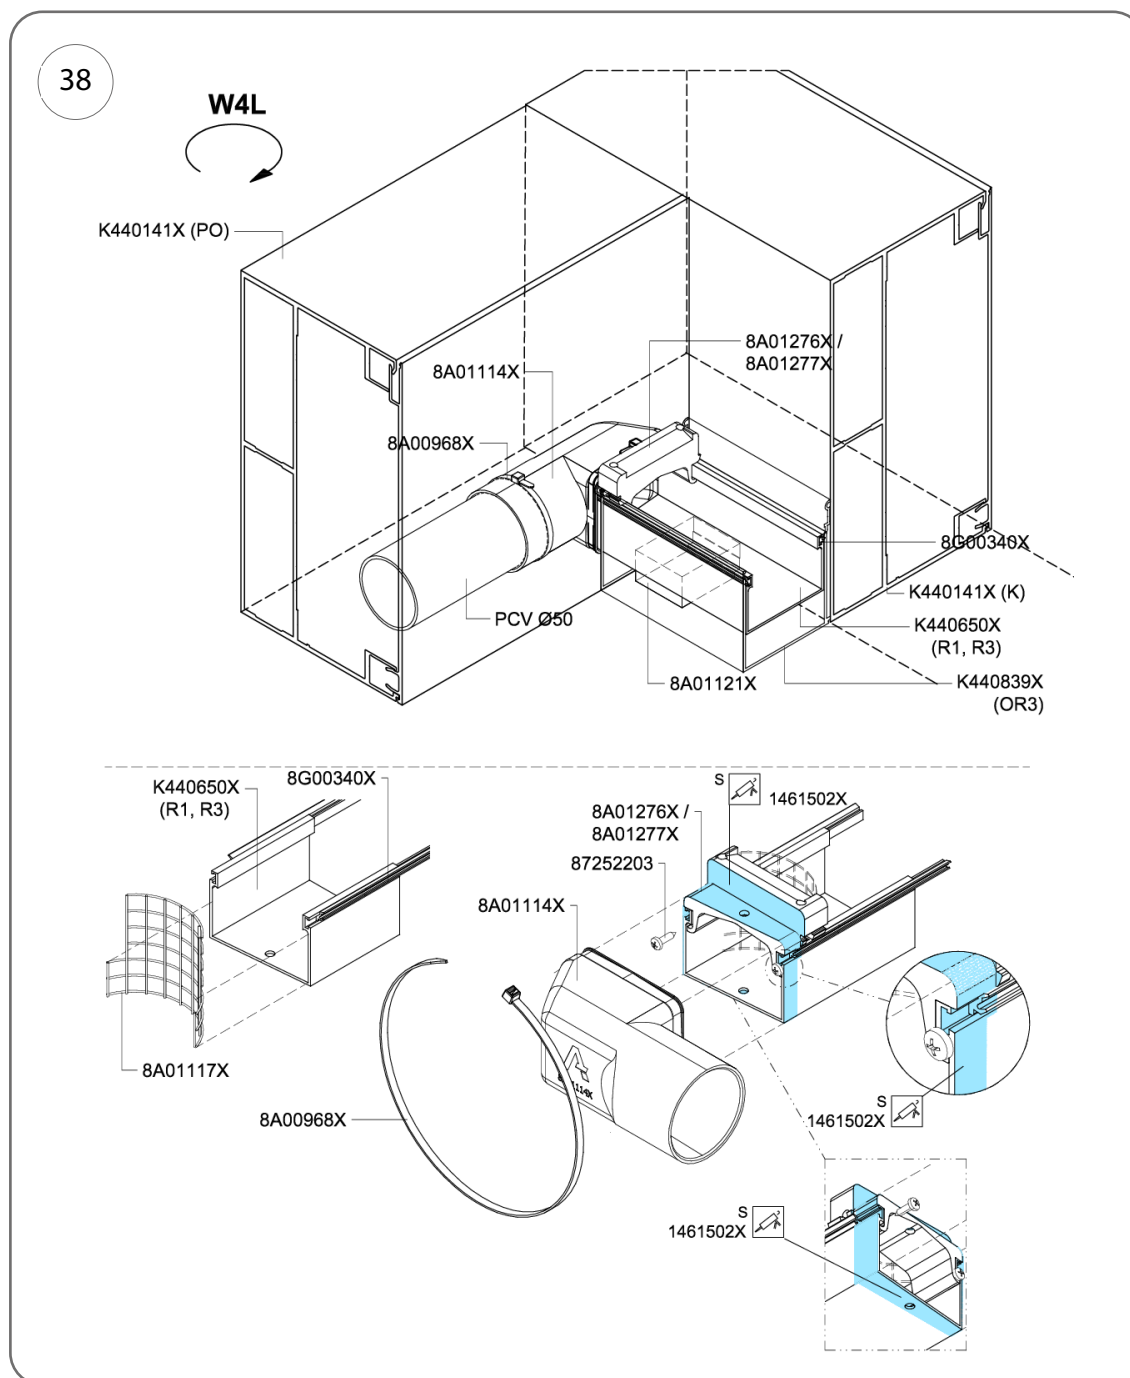

Fig. 38
2. Fixați elementele zăvorului pentru a împiedica deplasarea acestora prin înșurubarea a 2 șuruburi de 3,5 x 13 mm (nr. cat. 87252203) – Fig. 38.
3. Aplicați un strat de compus adeziv-etanșant (nr. cat. 1461502X) pe întreg perimetrul jgheabului și al elementului de fixare prin fixare prin clip, așa cum se arată în Fig. 38.